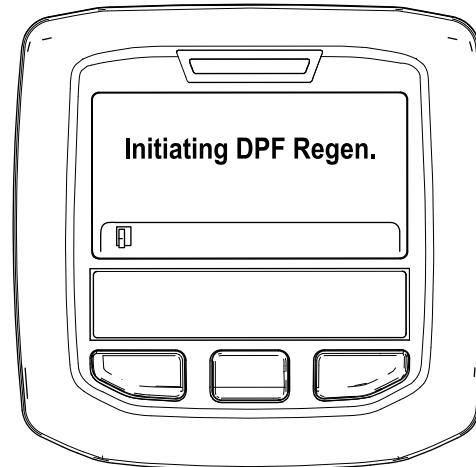

Figura 50
A. Surge a mensagem “Initiating DPF Regen. (A iniciar Regen. DPF.) (Figura 50).